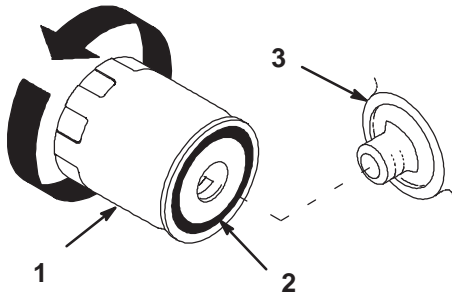

Figure 42
2. Déposez le filtre à huile usagé et essuyez la surface du joint de l'adaptateur (Fig. 42).
4. Appliquez une fine couche d'huile neuve sur le joint en caoutchouc du filtre de rechange (Fig. 42).
5. Posez le filtre à huile de rechange sur l'adaptateur. Tournez le filtre dans le sens horaire jusqu'à ce que le joint en caoutchouc touche l'adaptateur, puis donnez 1/2 tour supplémentaire (Fig. 42).